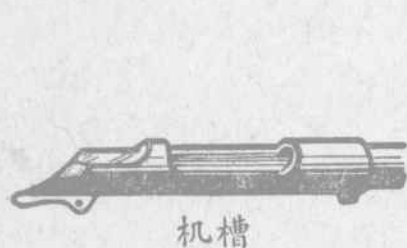

图3 机槽
②机槽：用以容纳枪机，是枪机进退的轨道，与枪管、枪机和木托等相连接(图3)。机槽里面有机槽室、拨壳挺、枪机卡笋，后端部有扳机和击发阻铁等。
③枪机：通常又叫做枪栓或大栓，是全枪